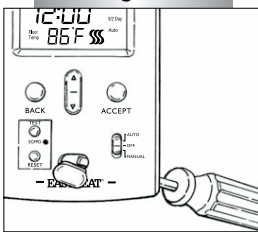

Fig. 3
2. Pop out the Screw Cover by gently pushing from behind, with the enclosed screwdriver, see Figure 3.
2. À l'aide du tournevis fourni, soulever le cache-vis en le poussant délicatement par l'arrière (voir la figure 3).